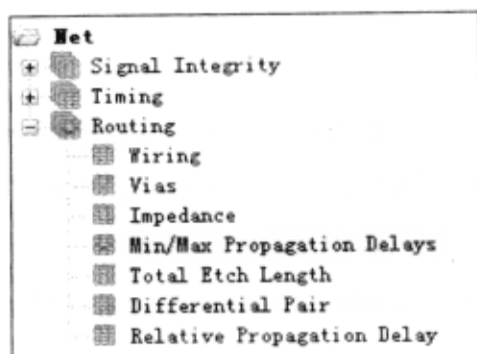

图 3-10-63 选择约束
(11) 在“Allegro Constraint Manager”对话框中单击“Net”→“Routing”→“Min/Max Propagation Delays”表格符号, 如图 3-10-63 所示。
(12) 找到  BYTE\_LANE0 →单击“BYTE\_LANE0”前的“+”号展开总线, 显示与总线有关的网络。